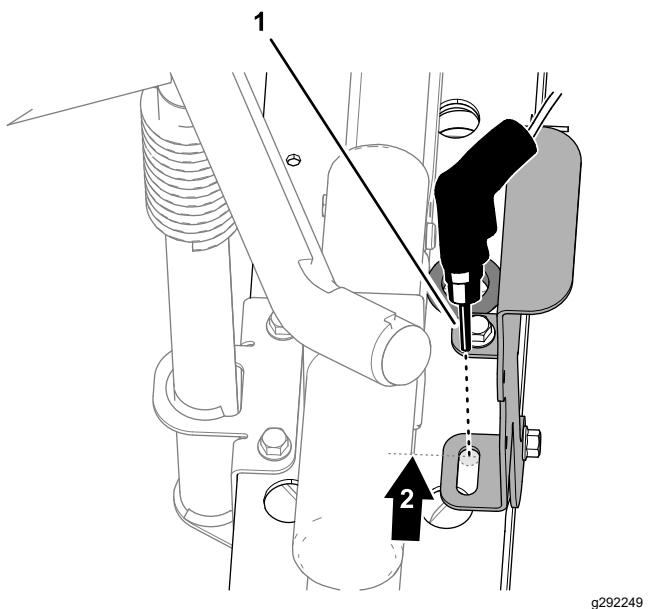

Figure 137
5. Sur le dessus de la section de pulvérisation centrale, servez-vous du support d'ECU comme gabarit, alignez le foret sur le position intérieure de la fente du support et percez un trou de 6 mm dans le cadre (Figure 137).